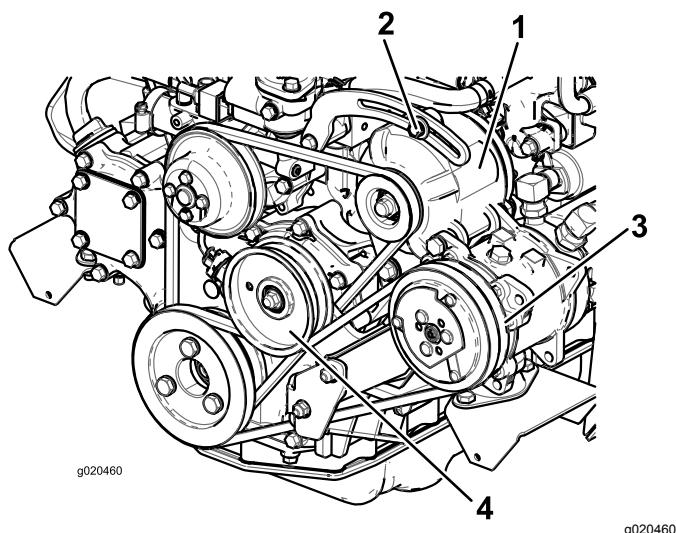

Figura 113
Se la flessione non è di 10 mm, allentate i bulloni di fissaggio dell'alternatore (Figura 113).
Controllate lo stato e la tensione della cinghia (Figura 113) ogni 100 ore di servizio.
2. Se la flessione non è di 10 mm, allentate il bullone di fissaggio della puleggia tendicinghia (Figura 113). Aumentate o riducete la tensione della cinghia del compressore e serrate il bullone. Controllate di nuovo l'inflessione della cinghia per accertare che sia esatta.